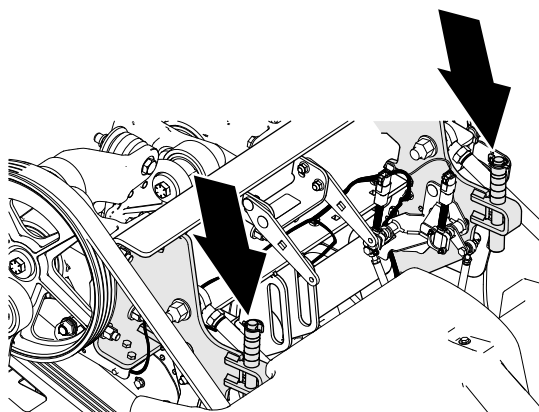
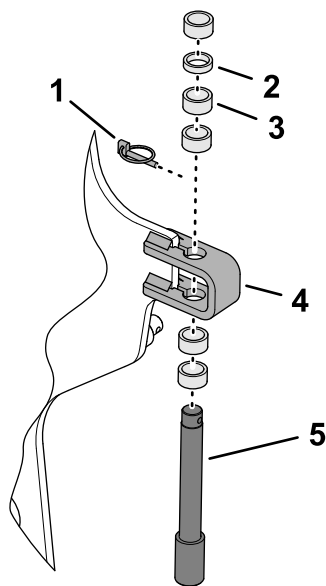

Figure 111
Figure 112
- Retirez la goupille à anneau qui fixe la goupille et les entretoises de butée de profondeur au support de butée (Figure 111 et Figure 112).